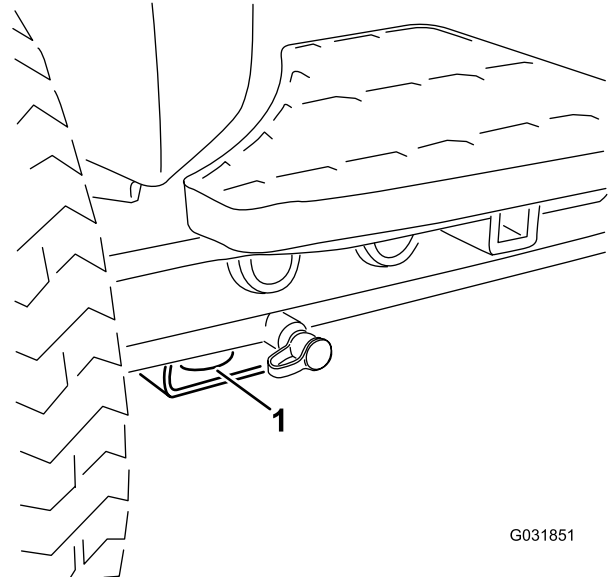

Bild 54
- **Vorderseite der Maschine:** Loch im rechteckigen Polster unter dem Achsenrohr in jedem Vorderreifen (Bild 54).